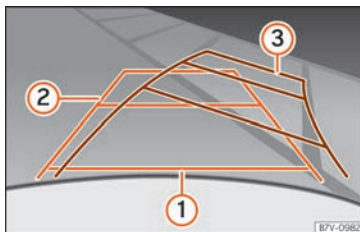

Abb. 276 Display: Orientierungslinien des Parkraums hinter dem Fahrzeug.
Bedeutung der auf den Bildschirm projizierten Orientierungslinien » **Abb. 276**. Alle Längenangaben der Orientierungslinien beziehen sich auf ein Fahrzeug, das auf einer waagrechten Fläche steht.
- Langsam rückwärtsfahren und dabei so lenken, dass die gelben Orientierungslinien in die Parklücke führen » **Abb. 276** ③.